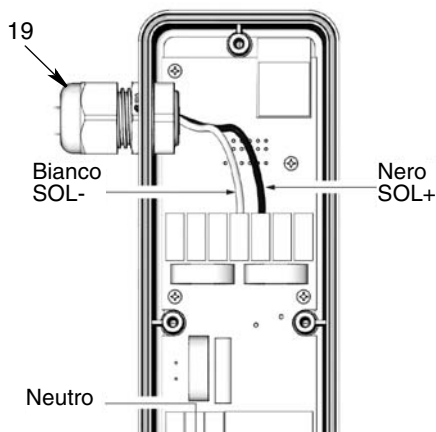

FIG. 5
6. All'interno della cassetta elettronica del PAC (2), scollegare i cavi del neutro (bianco) e della fase (nero) dai terminali SOL - (bianco) e SOL + (nero) nella morsettiera (FIG. 5).
7. Allentare il serracavo (19) e rimuovere completamente il cavo (FIG. 5).